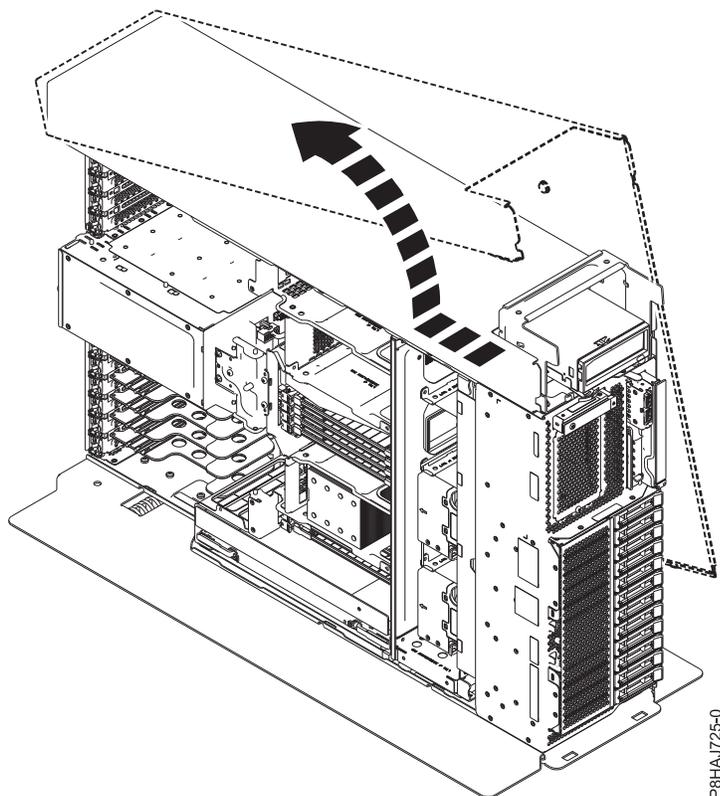

Figura 18. Removendo a tampa lateral do 8286-41A
5. Arraste a tampa lateral para fora do sistema na direção que é mostrada no Figura 18.